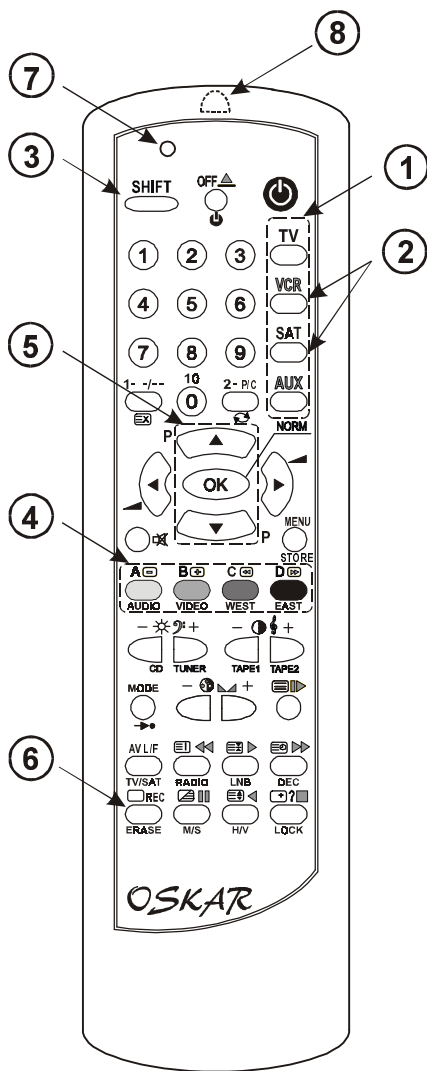

рис. 1
Пульты возможно запрограммировать любыми кнопками выбора устройства (это кнопки **TV**, **VCR**, **SAT**, **AUX** - ① рис.1, также вместе с **SHIFT** кнопки **TV**, **VCR**, **SAT**, **AUX**, **0**, **1**, ... **9**\*)).
2. Нажать одновременно кнопки **VCR** **SAT** придерживая около 4 сек. пока **светодиод** (⑦ на рис.1) моргнет 3 раза, после освободить кнопки.